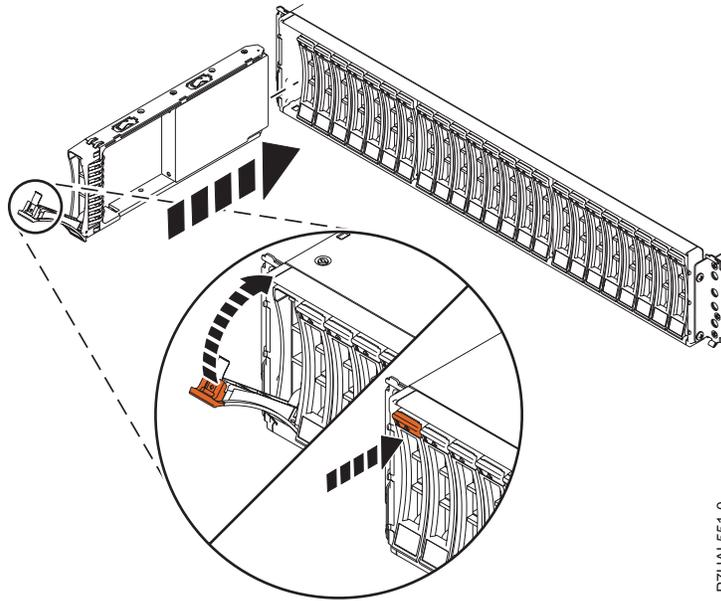

Figura 10. Colocación de una unidad de disco en el alojamiento de la unidad de disco
2. Con el asa en la posición de desbloqueo, sujete la parte inferior de la unidad de disco mientras la alinea con los rieles de la guía del alojamiento de la unidad de disco. Para ver un ejemplo, consulte la Figura 10 en la página 10.